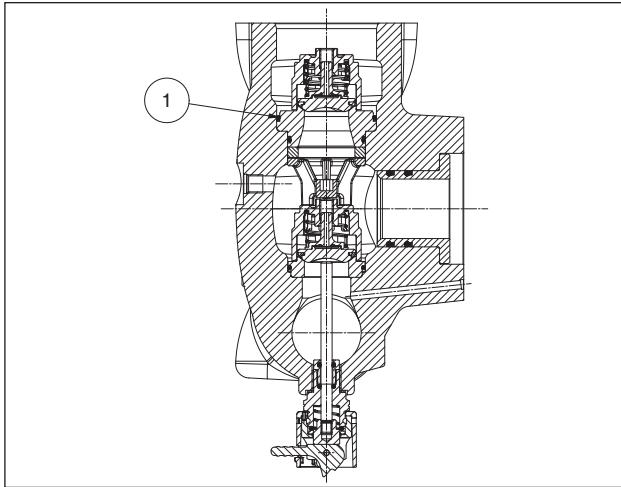

Fig. 124
Introducir con atención la junta tórica indicada en la pos. ①, Fig. 124.